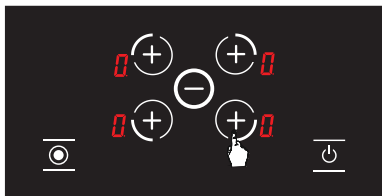

Рисунок 6
2. Нажмите нужную кнопку выбора конфорок. При первом нажатии символ  будет отображаться на соответствующей конфорке. (См. Рисунок 6) Кроме того, кнопка выбора горелки будет служить  после первого нажатия.